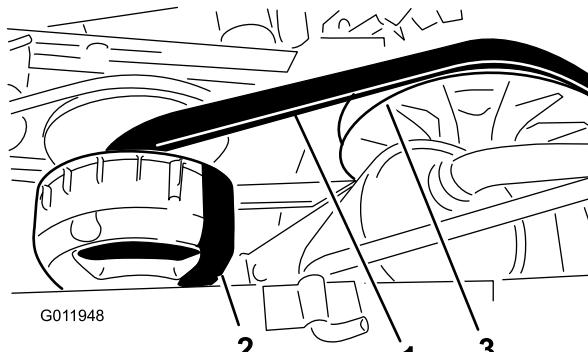

Figura 52
3. Rode e verifique se a correia (Figura 52) apresenta sinais de desgaste ou se está danificada.
3. Rode e coloque a correia sobre a embraiagem secundária (Figura 52).
4. Retire a correia da embraiagem primária (Figura 52).
5. Alinhe a nova correia sobre a embraiagem primária (Figura 52).
- Rode e coloque a correia sobre a embraiagem secundária (Figura 52).